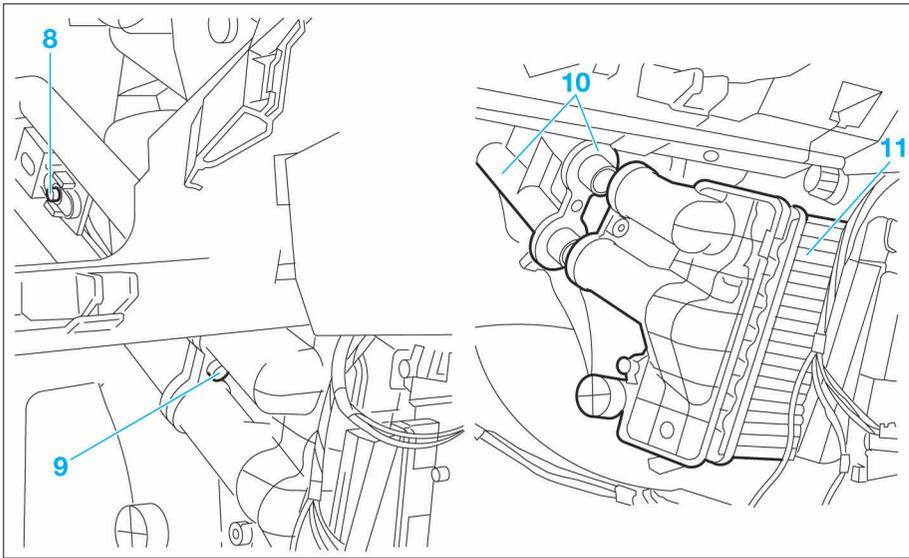

FIG. 18
- Déposer les vis (8) de la bride de maintien et (9) d'assemblage des canalisations (Fig.18).
- Désaccoupler les canalisations (10) du radiateur de chauffage (11).